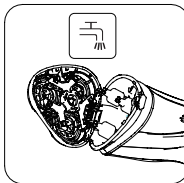

Fig. 9
- El protector de seguridad del aparato impide el funcionamiento del producto si detecta un exceso de restos de pelo en los cabezales. En tal caso, en la pantalla aparecerá el icono de limpieza (4) acompañado de unos pitidos durante unos 8 segundos y será necesario realizar una limpieza completa para continuar con el afeitado. (Fig. 9)